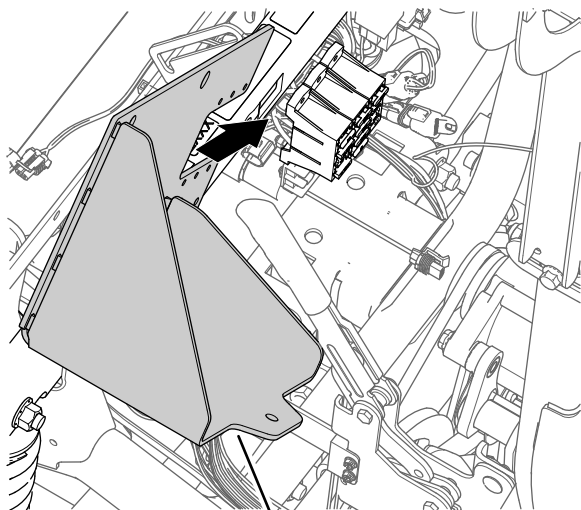

Figura 172
1. Alinee el nuevo soporte de la batería con el tubo del sujeción del amortiguador y los bloques de fusibles (Figura 172).